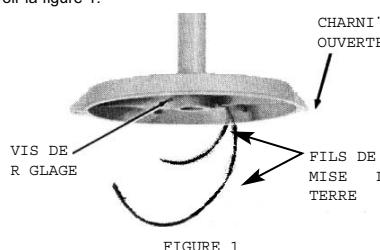

FIGURE 1
- Suspension, montant et garniture quadruple : Mettez en place solidement sur le conduit de grosseur NPT appropriée. Fixez solidement la vis de réglage située dans l'entrée du conduit. Voir la figure 1.